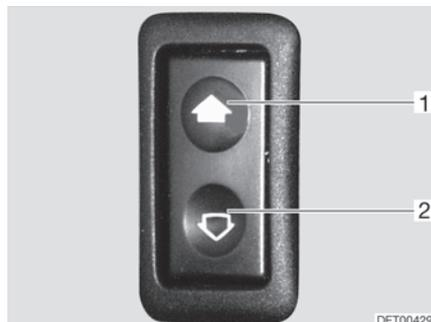

Fig. 18 Interruttore per alzacristalli elettrici
- Apertura:* ■ Premere l'interruttore in basso (Fig. 18,2).
- Chiusura:* ■ Premere l'interruttore in alto (Fig. 18,1).